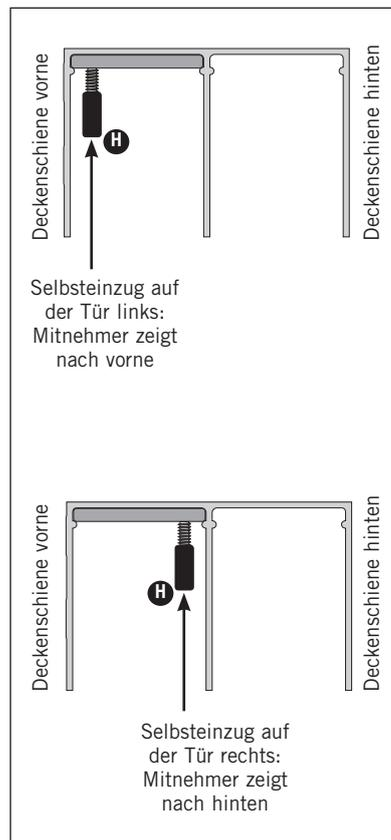

Bild 8 ▲
Wichtig dabei: Je nach Position des Selbstzuges auf der Tür zeigt der Mitnehmer (H) entweder nach vorne oder nach hinten (Bild 8).